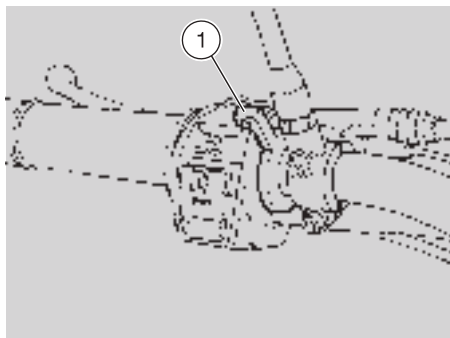

Fig. 20
- ◆ Premere il pulsante " " (2 Fig. 19) senza accelerare, quindi rilasciarlo non appena il motore sarà avviato. Se l'avviamento avviene a motore freddo, tirare la leva " " (1 Fig. 20).
- ◆ Scaldare il motore finché gira normalmente con la leva per l'avviamento a freddo " " (1 Fig. 20) completamente ruotata in avanti.
- ◆ Ruotare la leva per l'avviamento a freddo "N" (1 Fig. 20)